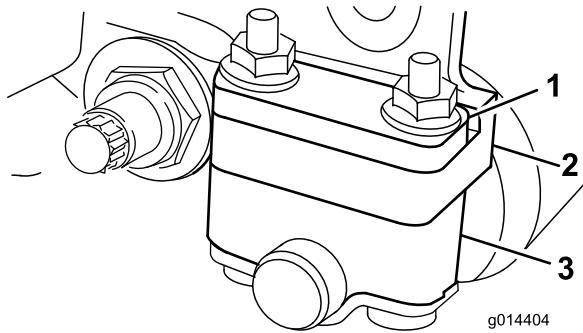
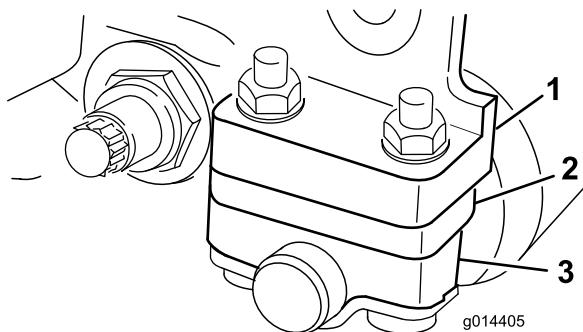

Bild 6
Bild 7
1. Stellen Sie die Heckrollenhalterungen Bild 6 oder Bild 7 auf die obere oder untere Position ein, abhängig von dem gewünschten Schnitthöhenbereich.
Legen Sie das Distanzstück über den Montageflansch der Seitenplatte (Werkseinstellung), wenn der Schnitthöhenbereich zwischen 1,6 mm und 6,0 mm liegen soll (Bild 6).
Positionieren Sie das Distanzstück unter den Montageflansch der Seitenplatte, wenn der Schnitthöhenbereich zwischen 3 mm und 25 mm liegt) (Bild 7).